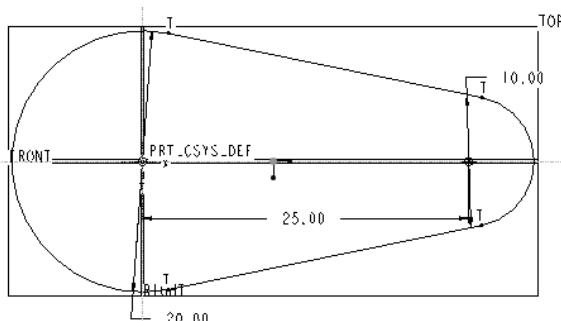
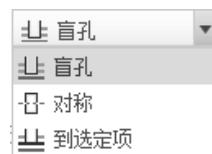

图 3.23 修剪后的结果
图 3.24 【第 1 侧】下拉列表框
(8) 为生成平板 A, 必须只留外边界, 这样才能向一个方向生成平板 A, 因此单击【编辑】操控板中的删除段按钮 $\text{寸}$ , 选择两个圆的内侧, 结果如图 3.23 所示。
(9) 单击【草绘器】操控板中的确定按钮 $\checkmark$ , 完成草图设计。
(10) 在【选项】操控板中的【侧 1】下拉列表框中选取【盲孔】选项, 如图 3.24 所示。